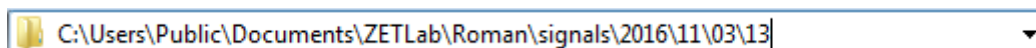

Рис. 3.8 Пример директории записанных сигналов
13. Откроется соответствующая папка «signals», где записанные сигналы отсортированы по времени проведения записи, и имеет следующую структуру «...\signals\год\месяц\день\час». Пример приведен на Рис. 3.8